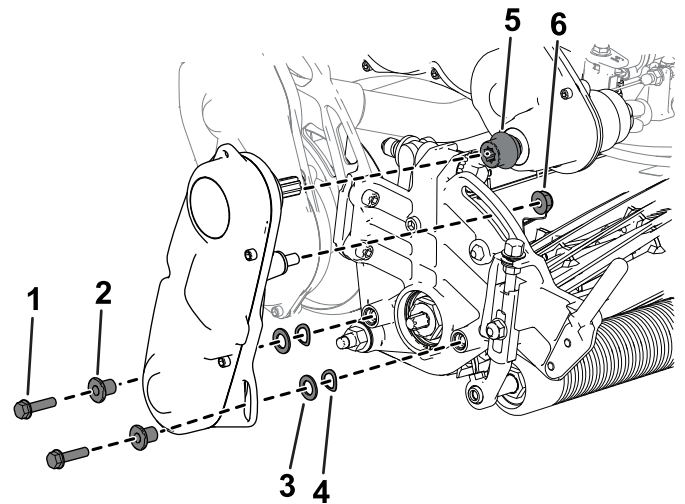

Bild 44
3. Entfernen Sie die Spindeltriebswelle vom Mähwerk (Bild 44) und behalten Sie die Befestigungselemente auf.